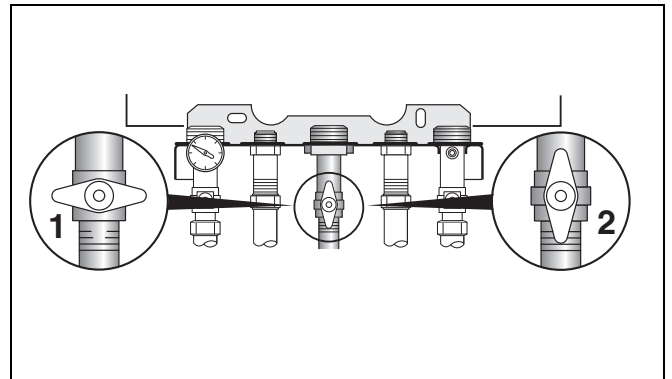

Fig. 8 Rubinetto di intercettazione del gas
- Chiudere il rubinetto di intercettazione del gas in senso orario (fig. 8, pos. 1).